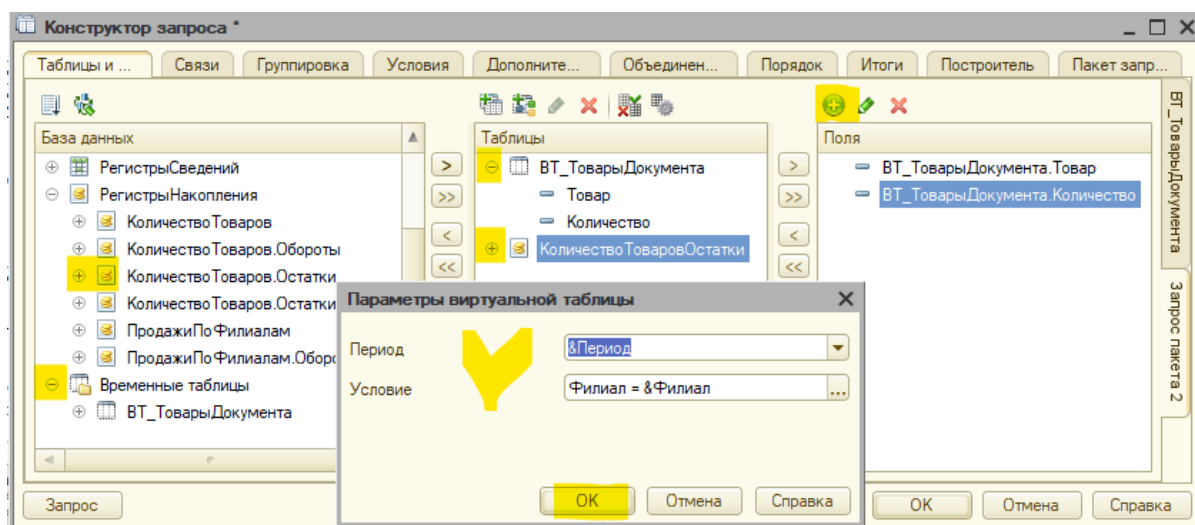

Рис. 5.58. Таблицы и поля запроса 2
- вкладка **Таблицы и поля**, помимо выбора таблиц и их полей, позволяет создать произвольные выражения (кнопка **Добавить**). Выделив таблицу «КоличествТоваровОстатки», нажмем на кнопку «Параметры виртуальной таблицы». В появившемся окне установим следующие параметры: период и условие (рис. 5.58).